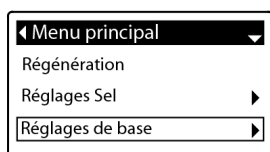

FIG.39
1. Depuis n'importe quel écran d'état séquentiel, appuyez sur SELECT (O) pour afficher le **Menu principal**.
2. Appuyez sur DESCENDRE (▼) pour parcourir les options du menu jusqu'à ce que l'option **Réglages de base** soit sélectionnée (Figure 39).